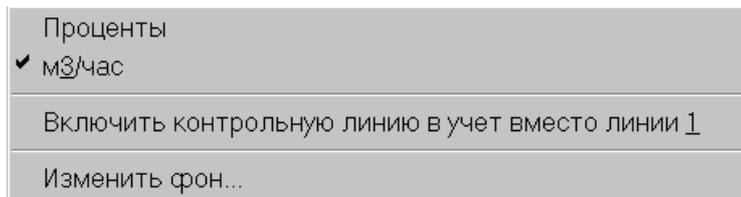

Рис. 4
дельному расходу. Для переключения размерности нужно нажать «мышью» в поле расположения гистограмм. При этом появляется окно (Рис. 4), в котором можно выбрать **Проценты** или **м³/час**.
3.2.2.2 Для ввода контрольной линии в учет вместо какой-либо рабочей необходимо на экране **УЧЕТ** щелчком «мыши» в поле гистограммы вызвать окно (Рис. 4) и выбрать **Включить контрольную линию в учет вместо ...**. Операция будет разрешена только для линии, подключенной по технологии последовательно с контрольной (определяется программой по состоянию задвижек на линии).